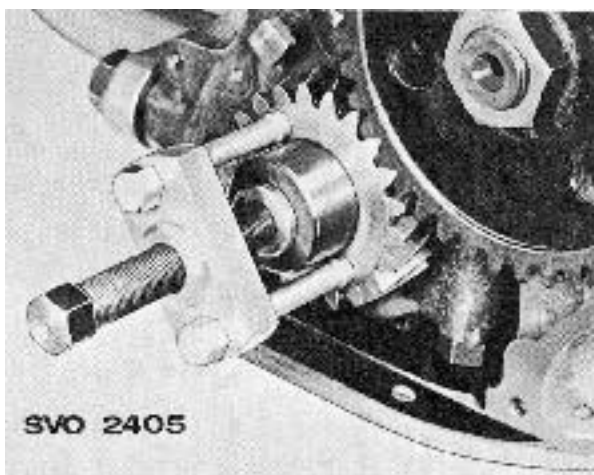

Bild C 15 Demontering av vevaxeldrev (4-cyl. motor)
4. Drag av vevaxeldrevet med avdragare SVO 2405, bild C 15. Skruva ur oljemunstycket, blås rent och montera det åter enligt bild C 14, så att oljestrålen riktas mot transmissionsdrevens kugggrepp.